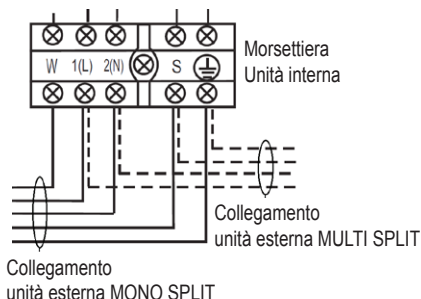

fig. 17 -
3. Stabilire i collegamenti che fanno riferimento ai diagrammi di cablaggio dell'unità ("fig. 17 -")